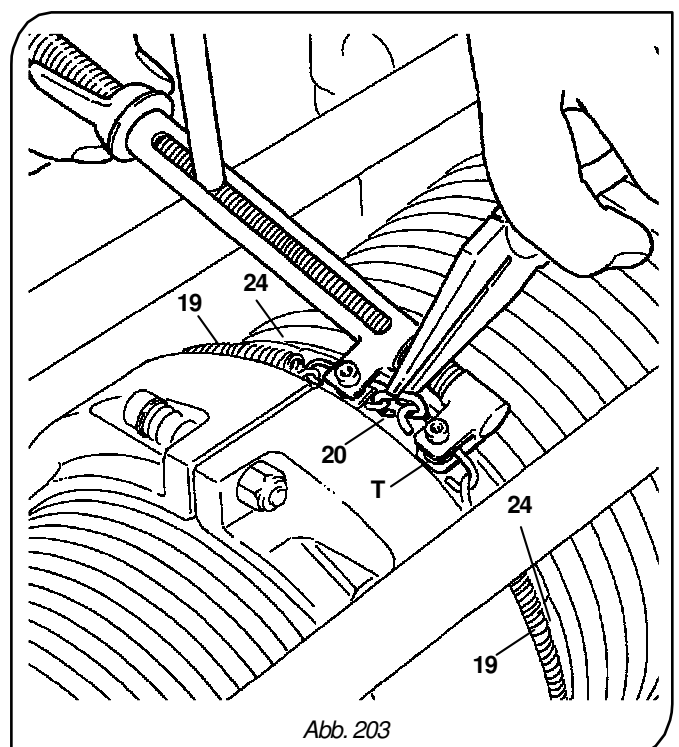

Abb. 203
10. Setzen Sie die Seilspannfeder **-19-** zurück in den Schlitz der Seilführungsschuhe **-24-** und spannen Sie die Feder mit Hilfe des speziellen Federspanners **-T-**, bis Sie die Enden der Feder mit der Verschlussklammer verbinden können **-20-** (Abb. 203).
11. Setzen Sie die Seilspannfeder **-19-** zurück in die Rille der Seilführungsschuhe **-24-** und spannen Sie die Feder mit Hilfe des speziellen Federspanners **-T-**, bis Sie die Enden der Feder mit der Verschlussklammer verbinden können **-20-** (Abb. 203).